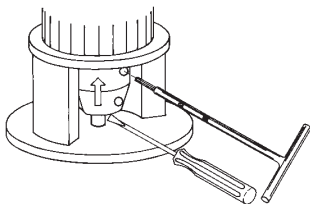

Рис. 16 Затягивание винтов
6. Попарно (с одной и той же стороны) затягивают винты, как показано на рис. 16, с величиной крутящего момента для винта М6 х 20 момент затяжки 13 Н·м (1,3 кг·м), для винта М8 х 25 – 31 Н·м (3,1 кг·м).